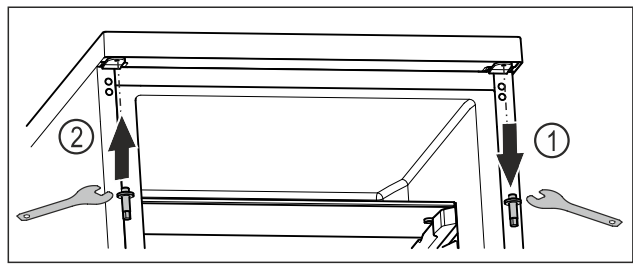

Fig. 19
- ▶ Skru den øverste bolt af med unbrakonøgle. Fig. 19 (1)
- ▶ Indsæt boltten fast på den modsatte side med unbrakonøgle. Fig. 19 (2)